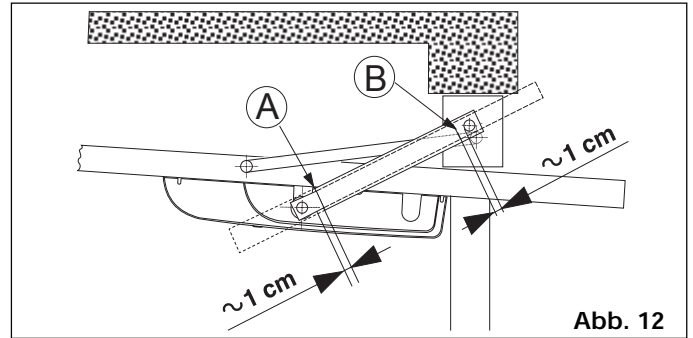

Abb. 12
• **Gerader Arm (Abb. 12)**
Positionierung des Teleskoparms gemäß Abb. 12 simulieren. Mantel in Pos. A und Arm in Pos. B abschneiden.